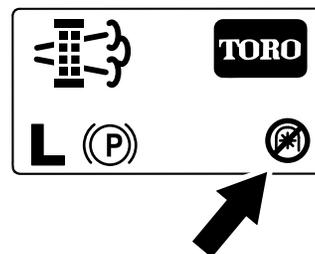

Bild 74
**Hinweis:** Auf dem Begrüßungsbildschirm wird das Symbol für eine deaktivierte Zapfwelle (Bild 74) angezeigt.
**Hinweis:** Auf dem Begrüßungsbildschirm wird das Symbol für eine deaktivierte Zapfwelle angezeigt; siehe Bild 74 in Meldungen zu geparkter Regenerierung \(Seite 49\).